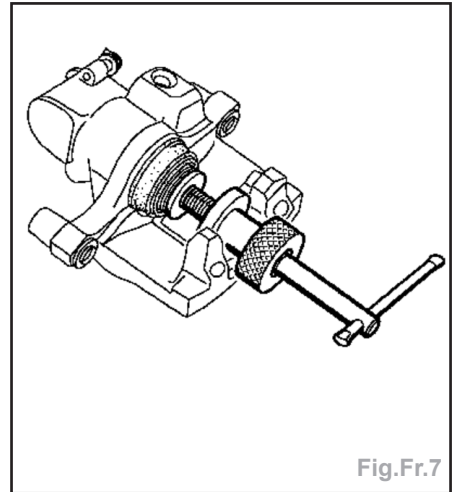

Fig.Fr.7
- Repousser le piston d'étrier à l'aide de l'outil (**Fre.1190-01**) jusqu'à ce qu'il soit au fond de son alésage (Fig.Fr.7).